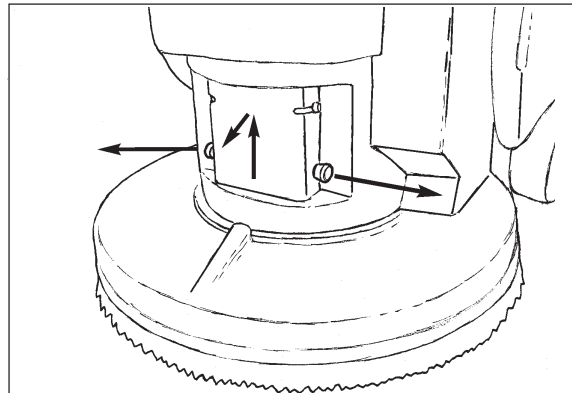
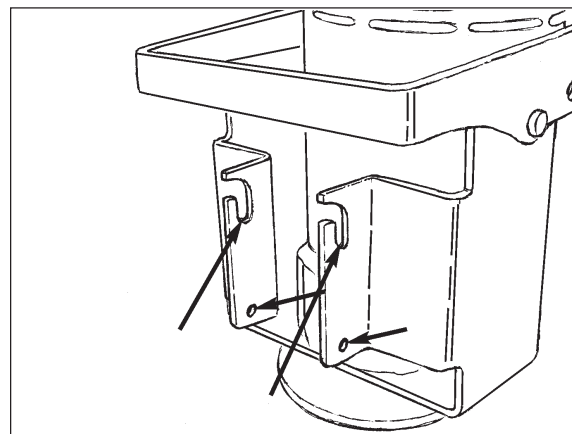

Figure 18
Figure 19
- Étape Volume** - À l'étape Volume du chargement, le voyant rouge est illuminé sur le chargeur (Voir Figure 18). Pendant cette étape, le chargeur fournit sa puissance ampère totale aux batteries. Il continuera à charger les batteries à ce taux jusqu'à ce qu'elles atteignent environ 75% de leur capacité.
**N.B. :** Il n'est pas nécessaire de retirer l'assemblage du boîtier de la brosse lorsque vous retirez ou installez la brosse ou le porte-disque. Pour un meilleur accès à la brosse ou lorsque vous faites monter la machine sur une rampe, l'assemblage du boîtier de la brosse peut être retiré. Pour retirer l'assemblage du boîtier de la brosse, tirez vers l'extérieur la tige sur ressort située sur le côté gauche du boîtier, puis tirez, vers le haut et vers l'extérieur, l'assemblage du boîtier de la brosse (Voir Figure 18). Réinstallez l'assemblage du boîtier de la brosse dans l'ordre inverse, en s'assurant que la barrette dans le boîtier de la brosse est insérée dans les deux fentes situées dans le bâti du moteur et que la tige sur ressort est fixée en position (Voir Figure 19).